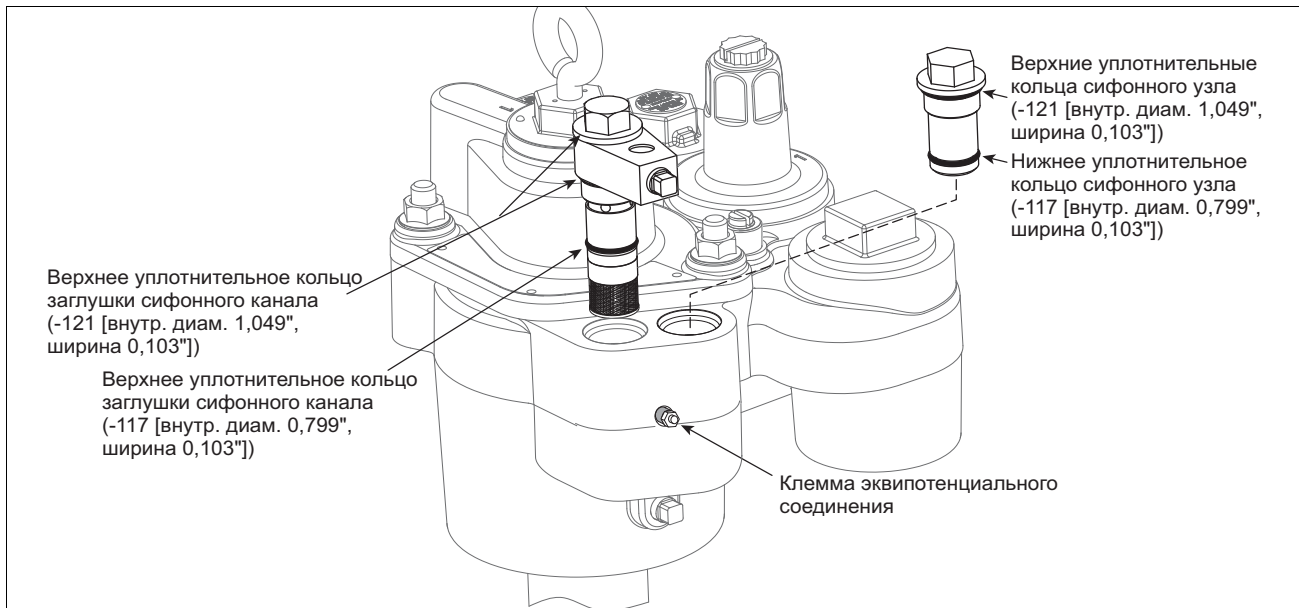

Рис. 21. Установка сифонного узла в manifold
5. Вставьте сифонный картридж в сифонный канал (см. рис. 21). Установите (поверните) выходной канал сифона в нужное положение и рукой вверните сифонный картридж за шестигранный выступ его корпуса. Закрутите сифонный картридж с моментом 25–30 фут-фунт силы (34–41 Н•м).